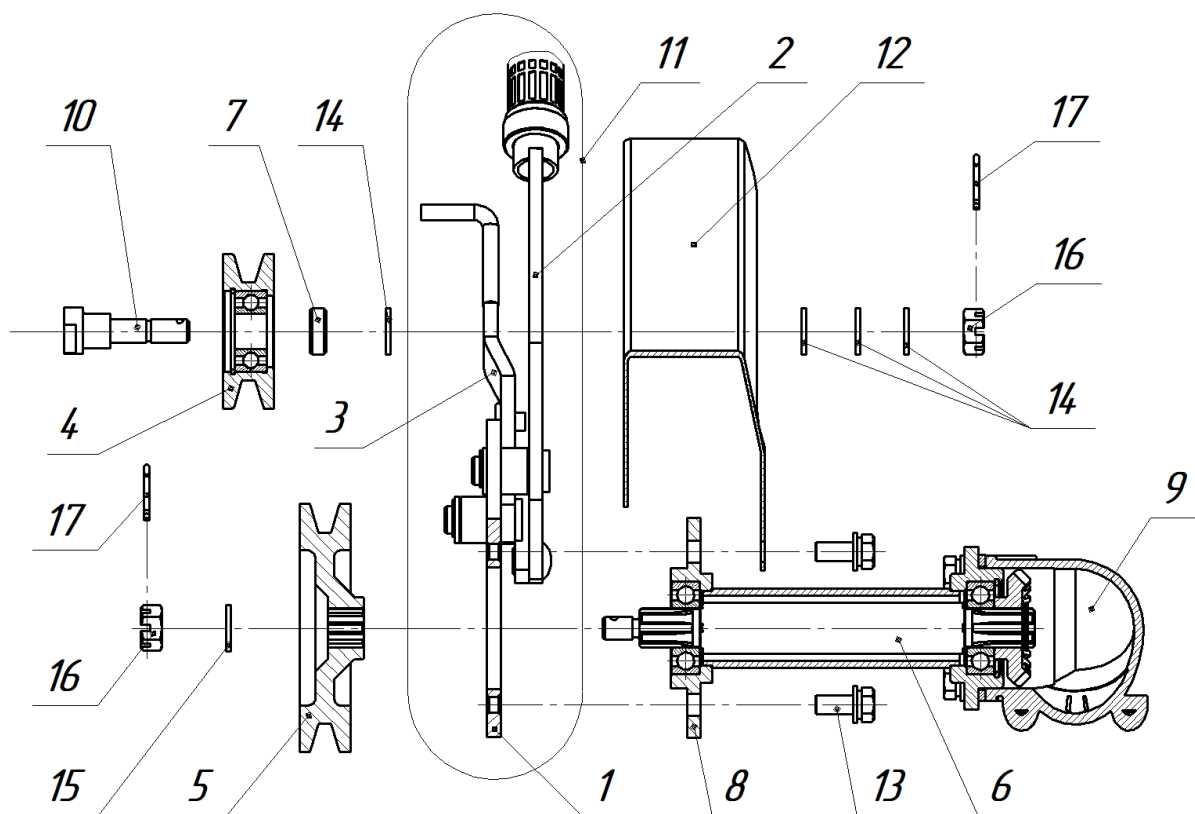

Рис.3 Установка натяжного устройства
Установите натяжное устройство (11) (см. Рис.3) и кожух (12) на фланец рамы (8) с помощью четырёх болтов с шайбами М8×16 (13) расположив его вдоль рамы косилки, как показано на Рисунке 2.
Установите натяжной ролик (4) (см. Рис.3) на коромысло (3) натяжного устройства (11) с помощью болта крепления натяжного ролика (10), втулки (7), шайб регулировочных (14) и гайки корончатой М10 (16). Затяните гайку корончатую М10 (16) и зафиксируйте её шплинтом 1,6х16 (2х25) (17). Концы шплинтов разогните в разные стороны.
Установите шкив приводной (5) (см. Рис.3) на вал приводной (6) с помощью шайбы М10 (15) и гайки корончатой М10 (16). Затяните гайку корончатую М10 и зафиксируйте шплинтом 1,6х16 (2х25) (17). Концы шплинтов разогните в разные стороны.
- наденьте клиновой ремень (6) (см. Рис.2). При этом ручки шкивов, ведущего на мотоблоке (3), приводного на косилке (5), а так же натяжного ролика (4) должны лежать в одной плоскости. Положение натяжного ролика можно регулировать за счет перестановки регулировочных шайб (14) (см. Рис.3), приближая или удаляя ролик относительно коромысла (3), а также за счет разворота верхней трансмиссии с редуктором угловым (9) (см. Рис.1) в пределах зазоров по болтам (14). Для этого необходимо отвернуть четыре болта крепления редуктора (14) к раме (4) на два оборота, повернуть трансмиссию с приводным шкивом до получения совпадения плоскостей ручьев. Затянуть четыре болта крепления редуктора (14);